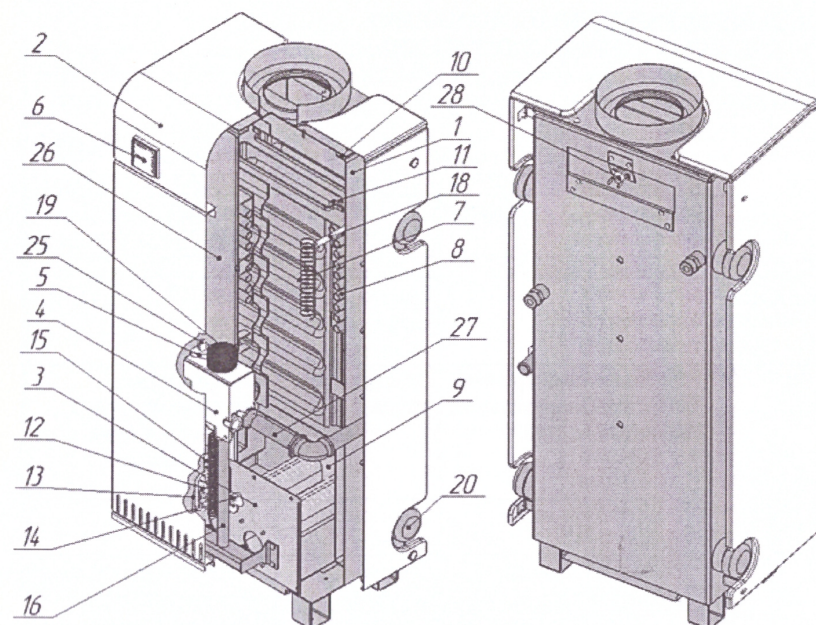

Рисунок 1. Строение и конструкция аппарата АОГВ-7, -9, -12 ,16(В)Е
Аппарат состоит из корпуса (1), на который установлены легкоъемный облицовочный кожух (2) с дверцей, блок горелок (3), автоматика безопасности и регулирования (4), пьезозажигалка (5), термометр (6) (Рис. 1).
В нижней части корпуса находится топочная камера (9), в которую устанавливается блок горелок. Топочная камера сверху герметизируется прокладкой (10) и закрывается крышкой, которая крепится к корпусу винтами М5. В коллекторе продуктов сгорания предусмотрен дефлектор для сбора конденсата и отвода его через отверстие тягостабилизатора, который размещен позади аппарата (Рис. 1).